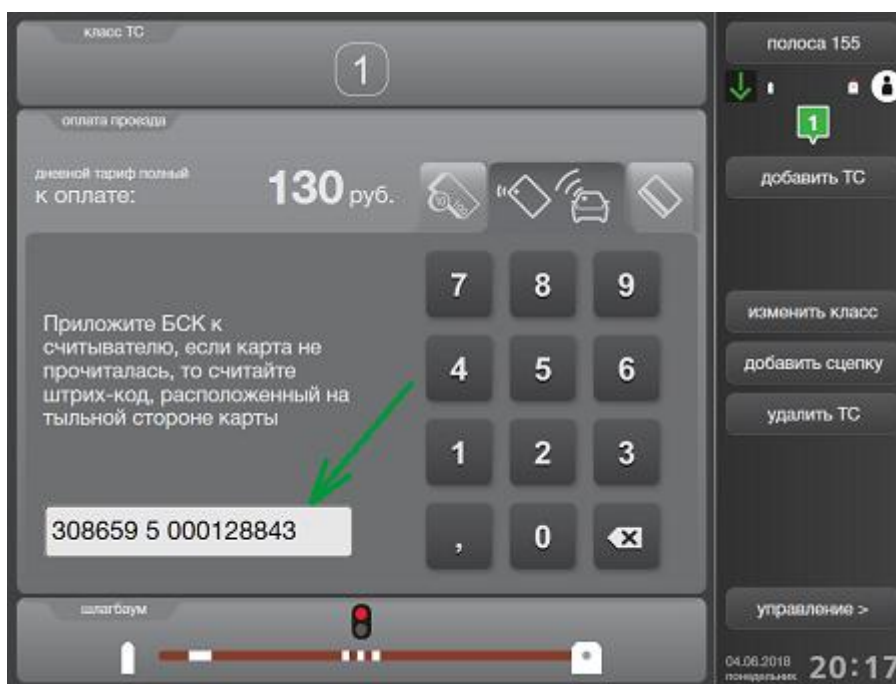

Рисунок 105. Ввод штрих-кода транспондера вручную
- Вручную ввести штрих-код в специальное поле (рис. 105).
- Еще раз внимательно вручную ввести штрих-код в специальное поле (рис. 105).